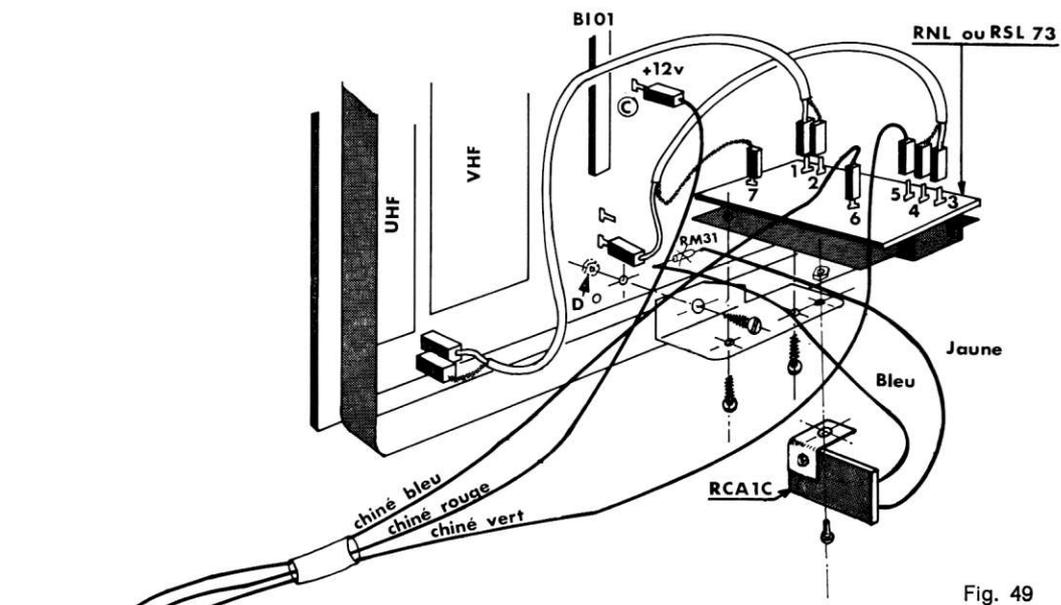

Fig. 49
- mettre en place l'inverseur, la première touche étant en position enclenchée, fig. 49.
- Fixer l'équerre support à l'aide de la vis et de l'écrou de 3 sur le circuit imprimé, comme indiqué fig. 49.
Fig. 49 bis
- LA TRESSE DE MASSE au point 7 du FILTRE (et non à la cosse de masse de l'entrée FI (voir fig. 49).
- Se reporter à la figure 49 bis.
- Fixer le filtre RCA 1 C comme indiqué fig. 49.